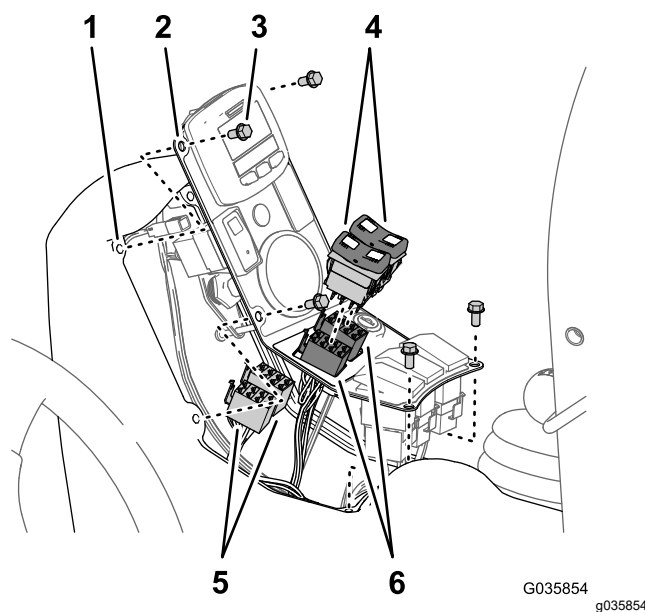

Bild 37
- Ziehen Sie die 8-Buchsen-Stecker des Maschinenkabelbaums von den Auslegerhubschaltern ab (Bild 37 oder Bild 38).
- Stecken Sie die Kippschalter in die 8-Buchsen-Stecker des Kabelbaums für das Finishingkit für den Ultra Sonic Boom (Bild 37 oder Bild 38).
- Fluchten Sie die Löcher in der Schalterplatte mit dem Rahmen der Konsole aus (Bild 37 oder Bild 38).
- Befestigen Sie die seitliche Abdeckung mit den vier Bundkopfschrauben ($\frac{1}{4}$ " x $\frac{1}{2}$ ") (Bild 37 oder